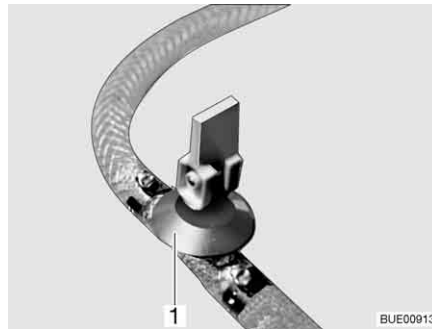
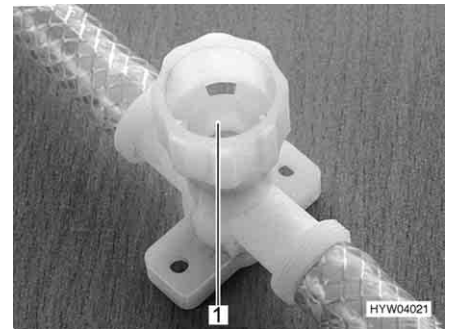

Fig. 244 Llave de desagüe (con balancín)
Fig. 245 Llave de desagüe (con tapa giratoria)
- Cerrar todas las llaves de desagüe. Para esto, poner el balancín de la llave de desagüe (Fig. 244, 1) en posición horizontal o girar la tapa de la llave de desagüe (Fig. 245, 1) en el sentido de las agujas del reloj.